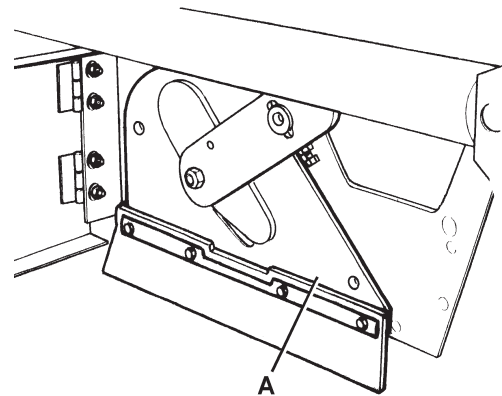
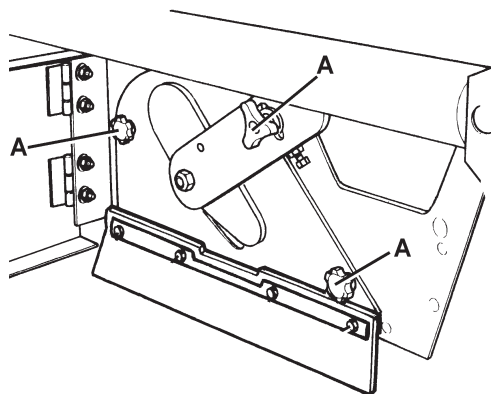

Abbildung 6
Abbildung 5
1. Das Gerät auf ebenem Untergrund abstellen und Feststellbremse mit dem Pedal (75) und dem Hebel (68) betätigen.
2. Zündschlüssel (69) in Stellung 0 drehen und abziehen.
3. Haltevorrichtung (8) ausrasten und rechte Klappe (7) öffnen.
4. Knöpfe (A, Abb. 5) lösen und abnehmen.
5. Deckel des Hauptkehrwalzenraums (A, Abb. 6) abnehmen.
10. Deckel des Hauptkehrwalzenraums (A, Abb. 6) anbringen und Knöpfe (A, Abb. 5) eindrehen.
11. Rechte Klappe (7) schließen und Haltevorrichtung (8) einrasten.